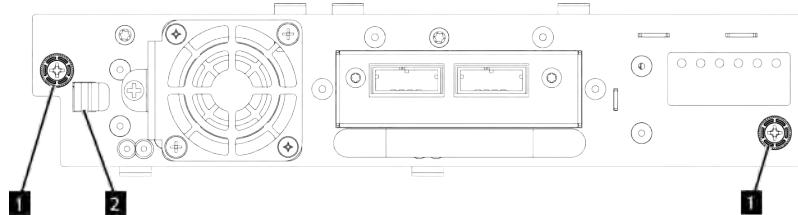

Figura 70. Sblocco dell'unità
- Allentare le viti a testa piatta blu (**1** in Figura 70 a pagina 163) sull'unità nastro. Premere la leva di blocco (**2** Figura 70 a pagina 163) a destra e tirare indietro la maniglia dell'unità nastro mentre la parte inferiore dell'unità è supportata per rimuoverla dall'unità.